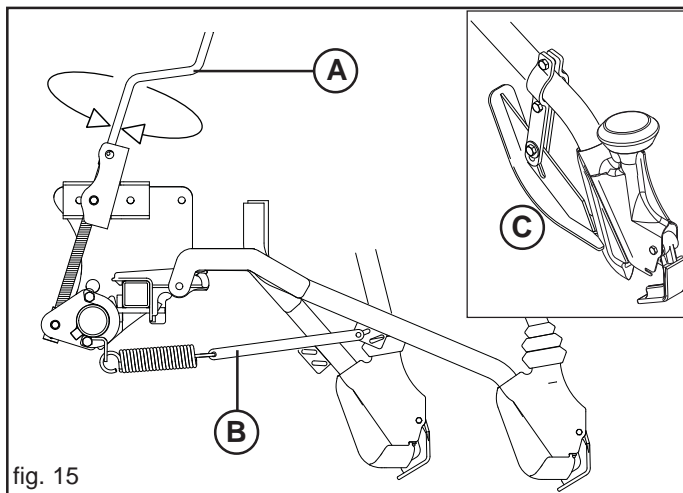

fig. 15
La profondeur d'ensemencement est réglée en même temps pour tous les rayonneurs moyennant une manivelle (Fig. 15) qui permet, si tournée dans le sens inverse des aiguilles d'une montre, d'exercer grâce à des ressorts de traction une pression supérieure des rayonneurs sur le terrain et de conséquence une chute plus profonde de la semence.
On peut ultérieurement régler la pression, séparément, en changeant la position de la tringle (B Fig. 15).
**ACCESSOIRES:** Uniquement avec socs à sabot, la profondeur est déterminée par le frotteur limiteur (C, Fig. 15) en modifiant sa position. **IMPORTANT:** pour ensemencement en terrains humides, à une profondeur supérieure à 5 cm, on conseille d'enlever le frotteur limiteur.